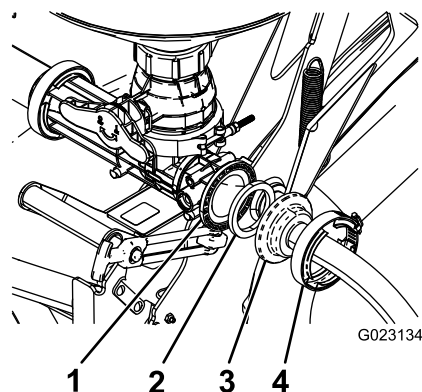

Figure 20
4. Fixez l'extrémité du flexible d'alimentation non muni d'une traversée dans l'orifice arrière sur la vanne du mélangeur, au moyen d'un joint et d'un collier (Figure 20).